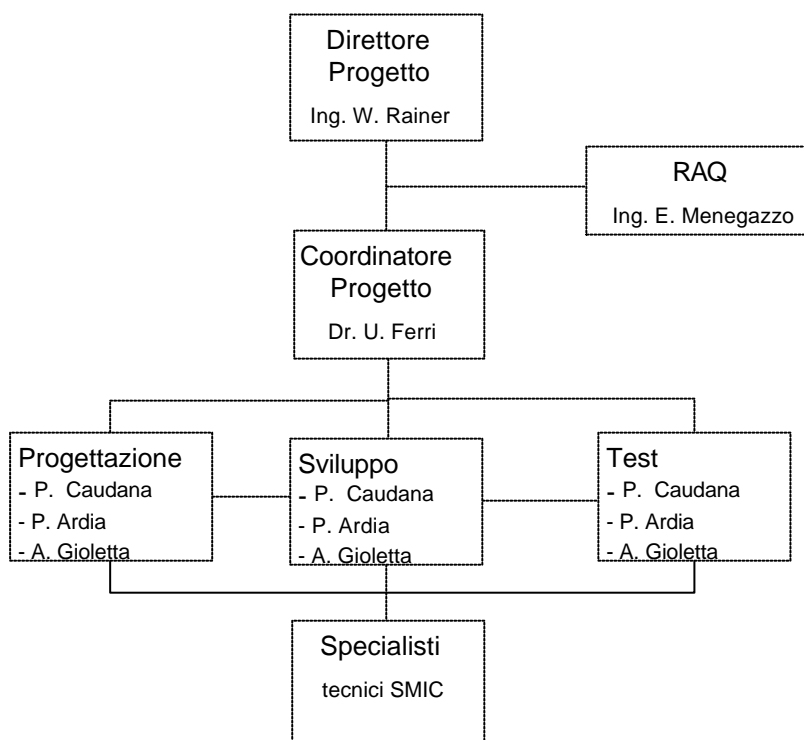

figura 1: organigramma di commessa
- raggiungerà gli obiettivi della commessa utilizzando l'organizzazione aziendale riportata in figura 1;